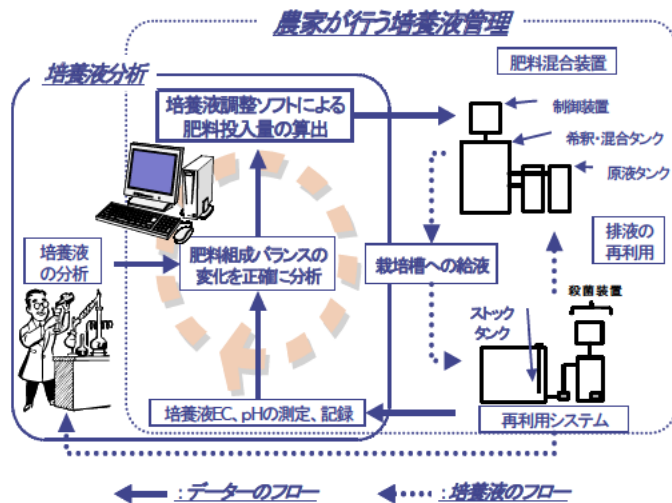

図1 培養液調整ソフトの利用場面
1. 排液再利用システム利用時の培養液は肥料混合装置から栽培槽に給液され、余剰培養液はストックタンクに回収、殺菌され再利用される。培養液調整ソフトはバランスの乱れた余剰培養液を再利用する時に最適な培養液組成にする施肥量をパソコンを用いて計算することができる(図1)。